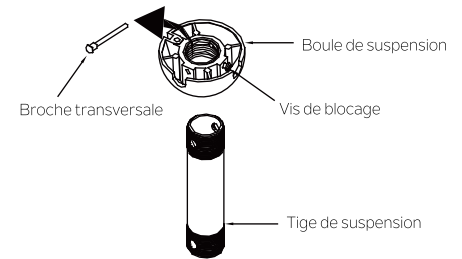

Fig. 6
**Étape 2.** Retirez la boule de suspension de la tige de suspension en desserrant les vis de blocage, en dégagant la broche transversale et en dévissant la balle de la tige. ( Fig. 6)